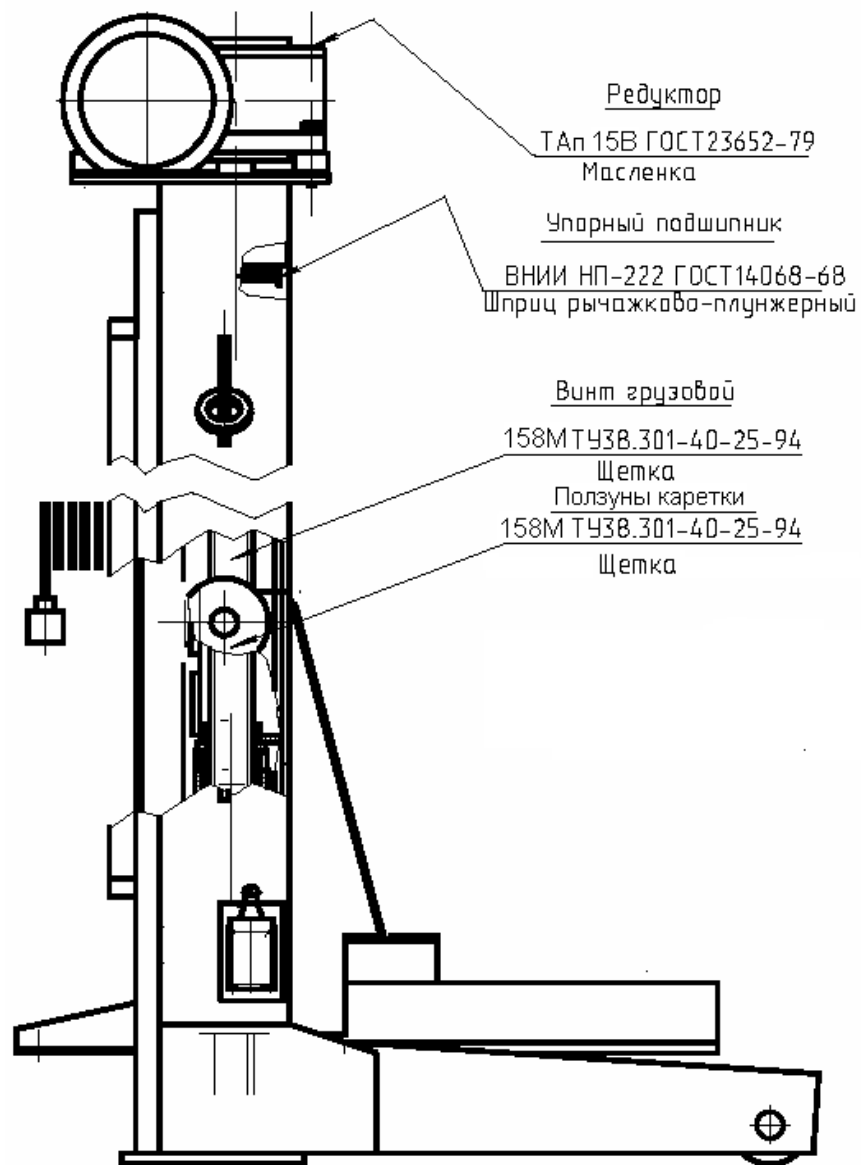

Рис. 6. Карта смазки стойки подъемника ПП-24
6.2.2 Для ревизии состояния смазки трущихся деталей (см. карту смазки на Рис. 6), в каждой стойке необходимо:
- произвести смазку стоек подъемника в соответствии с картой смазки (см. Рис. 6).